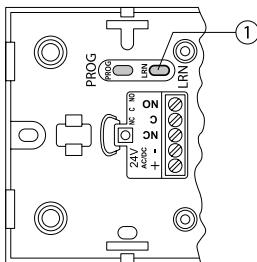
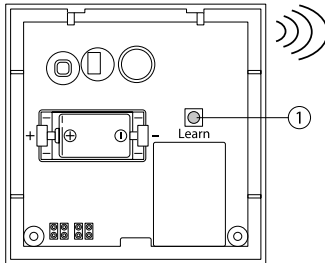

Fig. 28: Funkempfänger
Fig. 29: Funk-Raumtemperaturregler einlernen
- Die LRN-Taste (mit integrierter LED, grün) (Fig. 28, Pos. 1) am Funkempfänger gedrückt halten (Elektronikbox muss dafür geöffnet sein). Nach 2 s schaltet der Funkempfänger automatisch in den Lernmodus. Dies wird optisch durch das Blinken der LRN-LED angezeigt.
- Die Learn-Taste am Funk-Raumtemperaturregler (Fig. 29, Pos. 1) 1 x kurz drücken. Die Senderzuweisung wird durch ein einmaliges, 2 s langes Dauerleuchten der LRN-LED im Funkempfänger (Fig. 28, Pos. 1) angezeigt.
- Der Lernmodus kann verlassen werden, sobald sich die LRN-LED am Funkempfänger (Fig. 28, Pos. 1) wieder im Blinkmodus befindet. Zum Verlassen des Lernmodus die LRN-Taste ca. 1 s drücken. Wenn während 30 s keine Taste am Funk-Raumtemperaturregler betätigt wird, wird der Lernmodus automatisch verlassen. Danach ist der Funkempfänger betriebsbereit und verarbeitet ausschließlich die Signale des eingelernten Funk-Raumtemperaturreglers.
- Eingelernte Funk-Raumtemperaturregler können bei Bedarf gelöscht werden. Dabei ist der Funkempfänger in den Lernmodus zu setzen (siehe Kapitel 9.1 "Funkempfänger in den Lernmodus setzen", S. 30). Wird nun an einem bereits eingelernten Funk-Raumtemperaturregler die jeweilige Learn-Taste gedrückt, so wird dieser Raumtemperaturregler "ausgelernt" (gelöscht). Die Löschung wird durch 2x Dauerleuchten der LRN-LED am Funkempfänger (Fig. 28, Pos. 1) für 4 s angezeigt.
Für das Rücksetzen auf die Werkseinstellungen wie folgt vorgehen: LRN- und PROG-Taste am Funkempfänger (Fig. 28) mindestens 5 s gedrückt halten. Das erfolgreiche Rücksetzen auf die Werkseinstellungen wird durch gleichzeitiges Aufleuchten der LRN-Taste (grün) und der PROG-Taste angezeigt.
Sollte vom Funkempfänger in der Elektronikbox für eine Dauer von >90 min kein gültiges Funktelegramm des Raumfühlers empfangen werden, so schaltet der Funkempfänger die Heatfixx-Pumpe mit einer Zykluszeit von 10 min ein bzw. aus (defekter Raumfühler). Die Störung wird am Funk-Raumtemperaturregler durch schnelles Blinken der LRN-LED angezeigt (Fig. 28, Pos. 1). Für die Kontrolle der LRN-LED das Oberteil des Raumtemperaturreglers von der Grundplatte abnehmen.